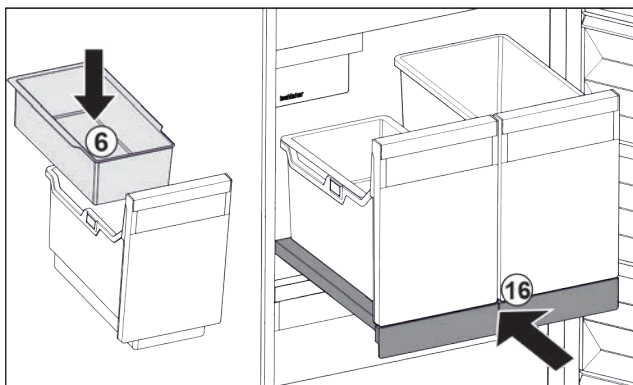

Fig. 30
- ▶ Вставьте навесной лоток Fig. 30 (6) для кубиков льда.
- ▶ Вставьте выдвижную панель с контейнером (IceTower). Fig. 30 (16)